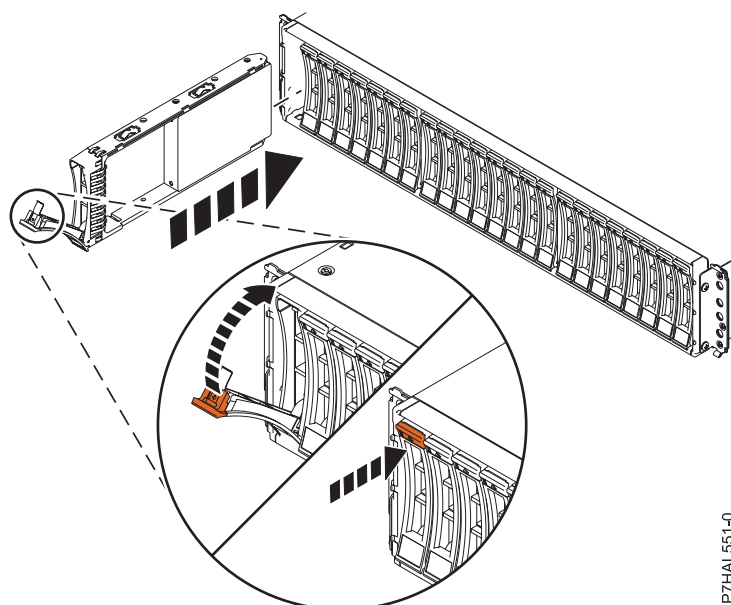

Figure 15. Installation de l'unité de disque dans le 58/87
1. Avec la poignée en position déverrouillée (voir figure 15, à la page 21) maintenez l'unité par le dessous pour l'aligner avec les rails de guidage dans l'unité d'extension.